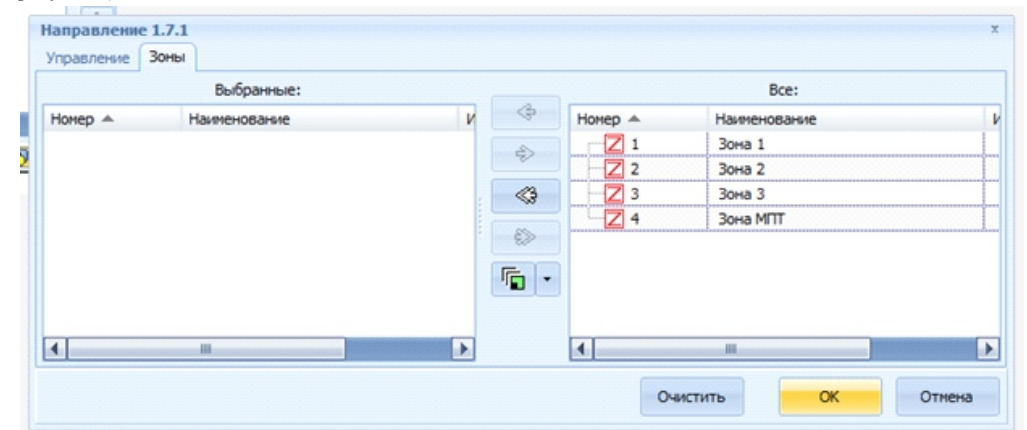

Рисунок 8
4.6 Для настройки светодиода «Пожар» выбрать зоны, которые приписываются к направлению (см. рисунок 8).